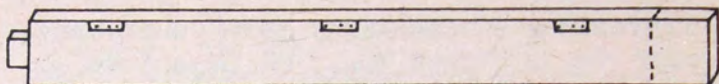

Fig. No. 5 (2)
Lo ideal será que maneje bien la garlopa y una bien las tablas, utilizando pegantes como colbón, cola, etc. Hay maderas dibujadas, como lo muestra la figura No. 4. Busque las líneas jaspeadas para que pueda unir las bien. Si utiliza 3 tablas, coloque a cada una 3 puntillas por travesaño, o sea, 9 en total. Está lista para bisagrarla. La figura No. 5 muestra las medidas para cada una; la mayoría de las puertas no tiene umbral abajo; pero si lo necesita, puede hacerlo.
**Medidas:** 1.90 metros largo, 15 cms ancho, 4 cms grosor (figura No. 5).